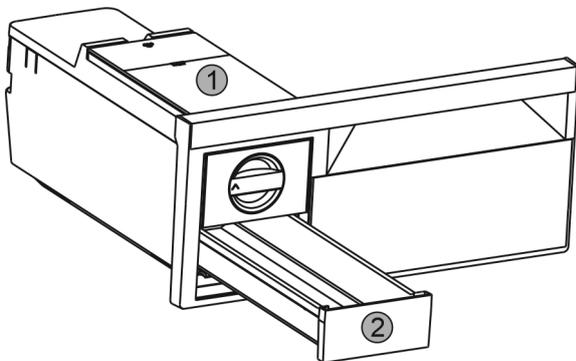

Fig. 36
- ▶ Wassertank *Fig. 36 (1)* und Eiswürfel-Schubfach *Fig. 36 (2)* entnehmen.